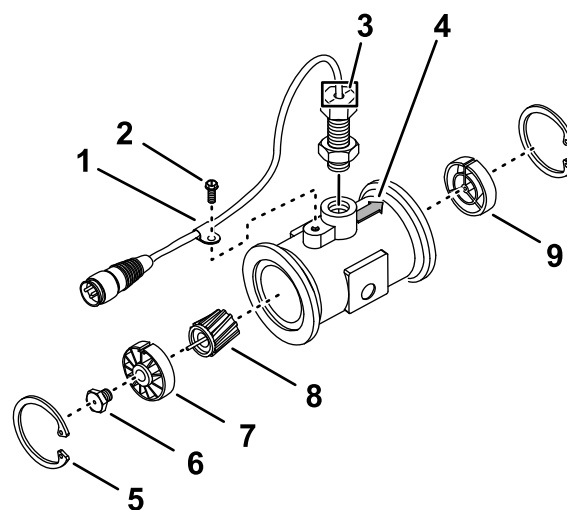

Рисунок 206
- Снимите стопорное кольцо со стороны впуска (Рисунок 206).
установочные метки были параллельны стрелке направления потока на фланцевом корпусе (Рисунок 206).